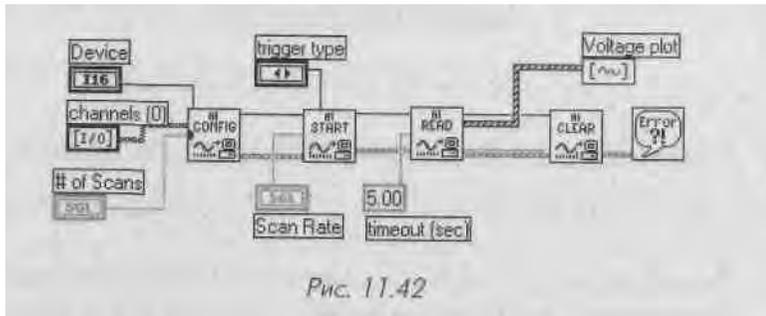

Рис. 11.42
3. Создайте блок-диаграмму, как показано на рис. 11.42. Обратите **внимание**, что единственным отличием этой блок-диаграммы и простого буферизованного аналогового ввода является подключение ввода **тип триггера** (trigger type) в виртуальном приборе **АЦП Старт**. Сохраните этот виртуальный прибор как **Triggered Analog In.vi**.